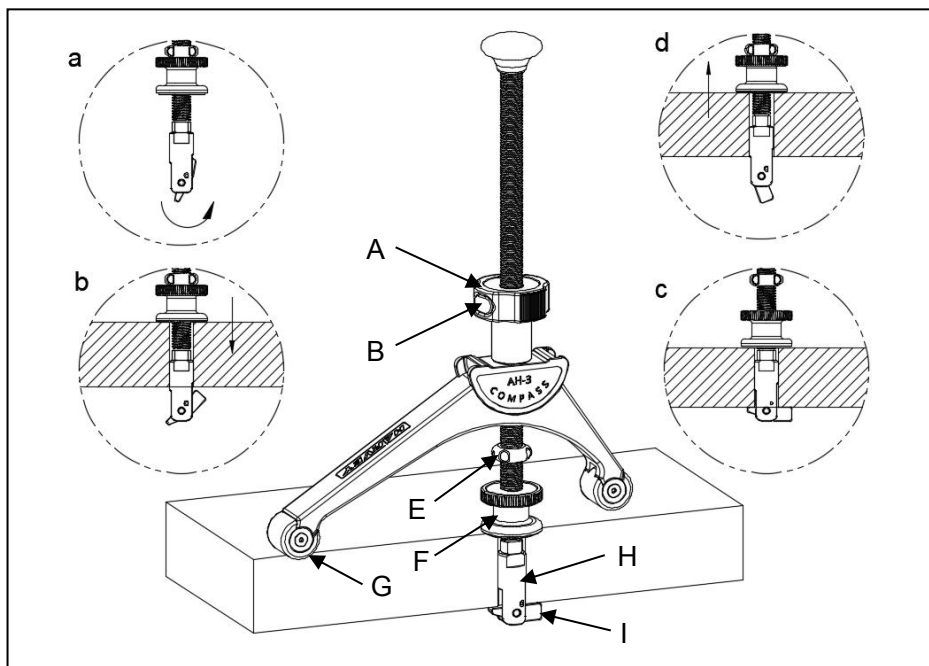

图 6
2. 将滚花旋钮“F”旋转到轻贴限位块“E”的位置，然后将拉紧块“I”旋转到尖头朝下的位置（如图6. a所示）；
3. 将拉紧块固定座“H”插入到合适的木工桌孔内，使滚花旋钮“F”与木工桌台面接触（如图6. b所示）
4. 整体上提压紧器，然后旋转滚花旋钮“F”，将压紧器固定到木工桌上（如图6. c所示）；
6. 如要更换木工桌孔位，只需将滚花旋钮“F”旋转到轻贴限位块“E”处，即可将压紧器从木工桌孔内取出（如图6. d所示）。